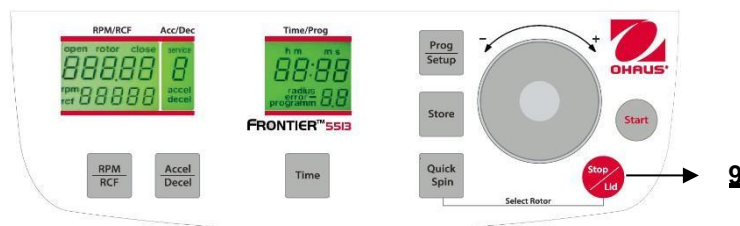

Abbildung. 24
Mit der Taste **"Stop/Lid"** (9) (siehe Abbildung 24) können Sie den Durchlauf jederzeit unterbrechen. Nachdem Sie die Taste gedrückt haben, wird sich die Zentrifuge mit der vorab ausgewählten Intensität bis zum Stillstand verlangsamen. Nach dem Stillstand des Rotors wird durch Drücken der Taste "Stop/Lid" der Deckel geöffnet.